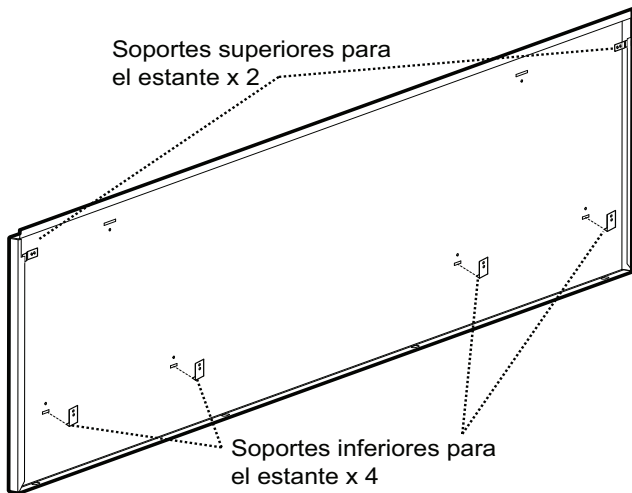

Figura 18: 48 pulg dorso de la placa mural
5. Instale la placa mural colocando las muescas de las esquinas (dorso de la placa mural) encima de los dos soportes superiores del estante. Deslice el accesorio del estante hacia arriba hasta que la parte inferior se enganche en los soportes inferiores (*Figura 18*).